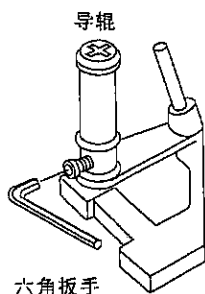

图4-30
- b) 先松开导辊底部的固定螺丝，然后再用六角扳手 (JIGHW0009) 调节该固定螺丝，直至能轻松圆滑地旋动导辊之程度为止。(切勿把固定螺丝过松紧，否则会造成导辊不稳定状态。)(见图4-30)